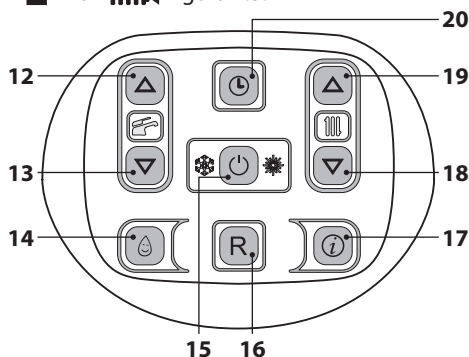

Figura 2.5
Entrare in "modalità programmazione" tenendo premuto per 5 secondi il tasto 20 (Figura 2.5) fino a far apparire sul display il simbolo .
Agendo sui tasti 18 (diminuzione) e 19 (aumento) Figura 2.5 è possibile impostare i valori di ora, giorno e data, agendo sui tasti 12 e 13 è possibile passare da un parametro all'altro. Premendo brevemente il tasto 20 verranno memorizzati i valori impostati e nel display comparirà la scritta **OK** di conferma (Figura 2.3).
- Tenere premuto per 2 secondi il tasto 15 fino a far apparire sul display entrambe i simboli  e . Figura 2.5.